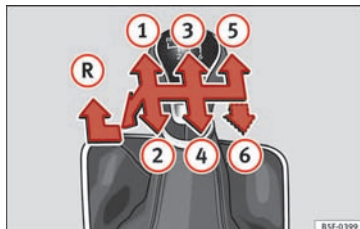

Fig. 53
De enkelte gears positioner er vist på gearstangen » Fig. 53.
- Sæt gearstangen i frigear, tryk den nedad og helt til venstre, og skub den herefter helt frem for at sætte bilen i bakgear » Fig. 53 .